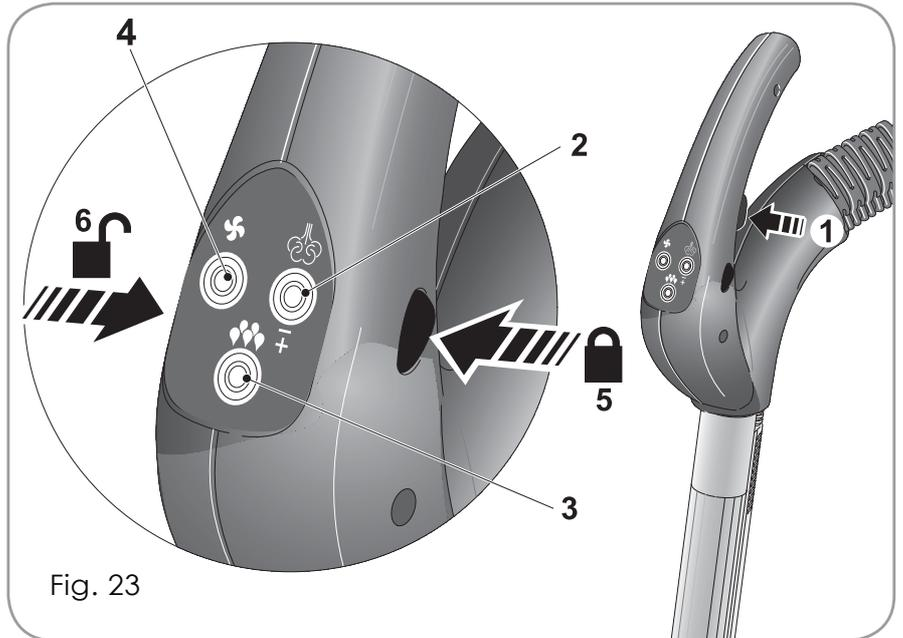

Fig. 23
Pulse el botón (2) del interruptor de encendido para activar o desactivar la función vapor. Una vez activada la función, pulse el gatillo de vapor pos.1 Fig.23 para liberar vapor hasta que se suelte.
El motor puede arrancarse pulsando el botón (4) de la empuñadura (Fig. 23). Para esta función, no es necesario que el generador esté presionado.
Durante la salida normal de vapor/detergente, conecte el aspirador para aspirar vapor al mismo tiempo que el botón de salida 4 Fig. 23.